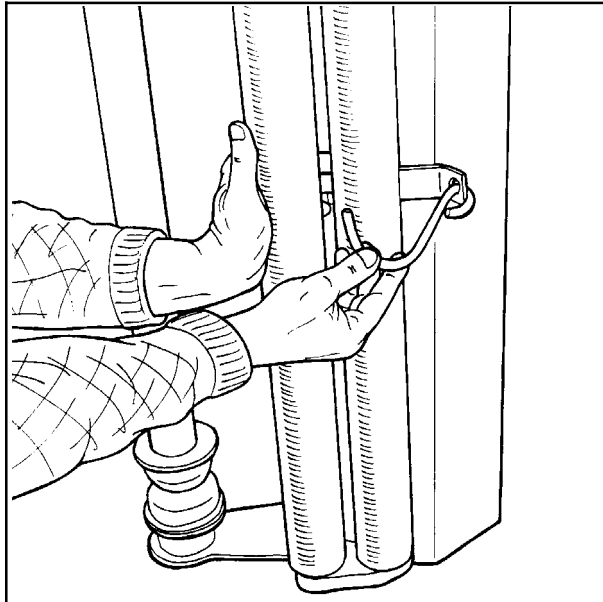

Fig. 6-1
- 6.1 Pour installer le rouleau de film plastique, commencez par écarter les rouleaux du tendeur et fixez-les à l'aide du crochet (voir fig. 6-1).